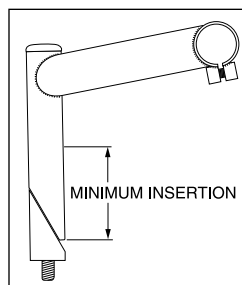

Figura 1
4. Per sterzi filettati, inserire l'alberino ad una profondità minima secondo le norme CPSC e JIS. L'alberino deve essere inserito ad una lunghezza di innesto non minore di 2, 5 volte il diametro dell'alberino dalla parte più bassa della medesima (non incuneata, osservare figura 1).